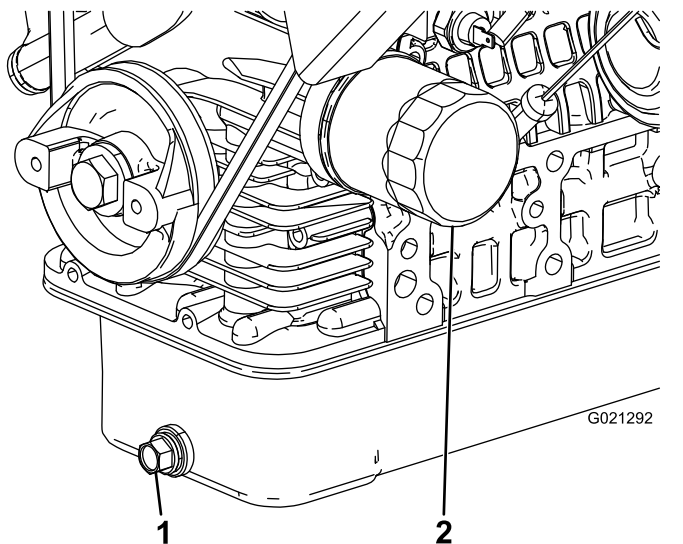

Figura 37
2. Scoateți bușonul de golire și lăsați uleiul să curgă într-o tavă de golire (Figura 37).
4. Demontează filtrul de ulei (Figura 37).